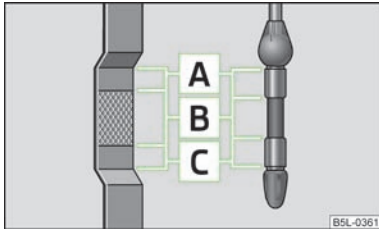

Abb. 116
Der Ölmesstab zeigt den Motorölstand an » Abb. 116.
- Der Ölstand darf keinesfalls oberhalb des Bereichs **[A]** » Abb. 116 liegen. Beschädigungsfahrer der Abgasanlage!